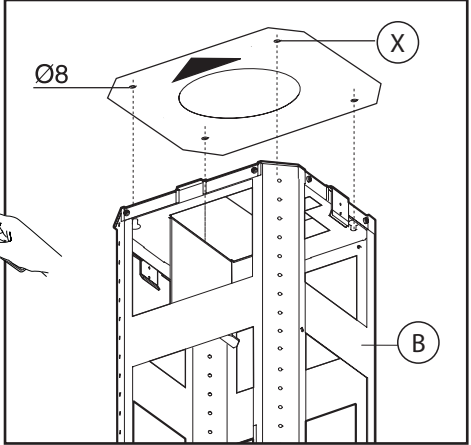

Fig.3
-Posizionare la dima di foratura sul soffitto facendo attenzione che la freccia sia posizionata nello stesso lato del comando dell'apparecchio (**Fig.3**).